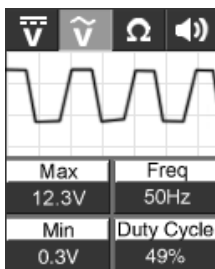

Figura 10
- Ponga la herramienta en modo tensión alterna (AC) y utilice la punta de sonda con una conexión a tierra del chasis o con la conexión a tierra auxiliar.
- Libere el vacío y observe las lecturas de la pantalla LCD (Figura 10).